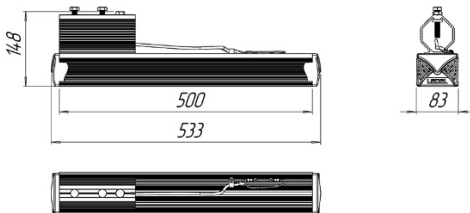

Рисунок 1 Габаритные размеры светильника «L-street 24 Standart»
1. Ослабить фиксирующие болты (кроме ограничительного болта, см. рис. 1);